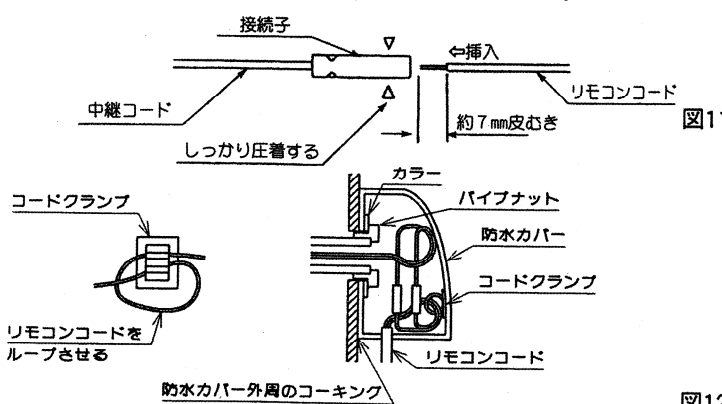

図12
7. リモコンの裏面部分 (図7) 及び防水カバーの外周 (図12) のコーキング (壁内部への水の侵入の防止) を行ってください。
8. 接続部が防水カバー内に納まるよう、コードクランプで固定します。(図12) また、防水カバー外周のコーキングを行ってください。